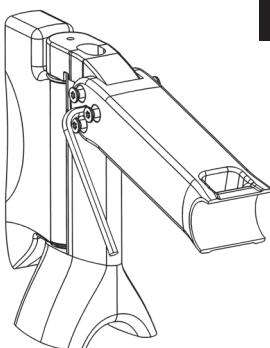

Fig. 11
2. Stecken Sie einen 5-mm-Inbusschlüssel in das Loch in der Mitte des Vorbaus, rechte Seite (Abb. 11).